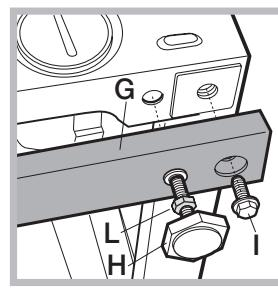

Fig. 11
- los 2 travesaños (G); las 4 patas (H); los 4 tornillos (I); las 4 tuercas (L), actuando del siguiente modo (fig. 11):